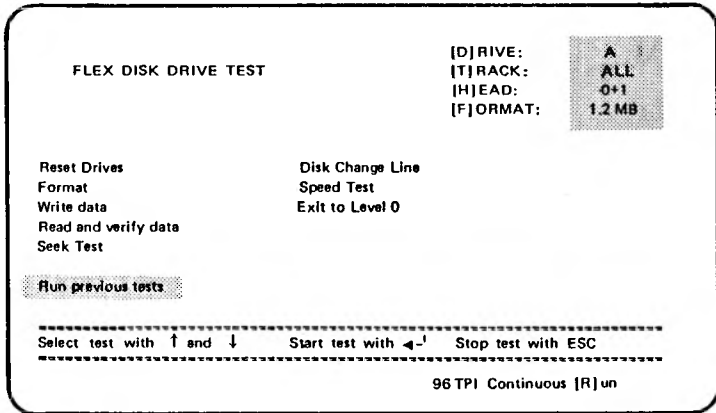

Abbildung 3-8 Test für das Format hoher Kapazität eingestellt
8. Wenn Sie bei Punkt 7 R gedrückt haben, wird das Menü von Abbildung 3-8 angezeigt.